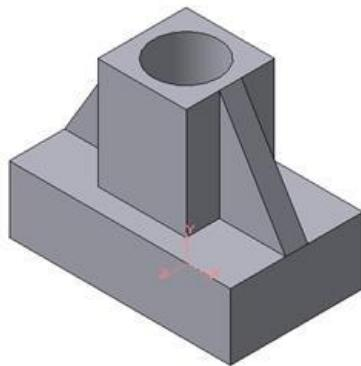

Рисунок 31 - Деталь с построенными ребрами жесткости
6. Для того чтобы скруглить вертикальные углы основания детали, используем кнопку Скругление (рис.31), на панели свойств задаем радиус скругления 10 мм и указываем курсором ребро основания. Затем нажимаем кнопку Создать объект.